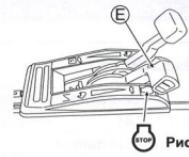

Рис. 8.
- Переведите рычаг газа (E) в положение "STOP". (См. рис. 8.)